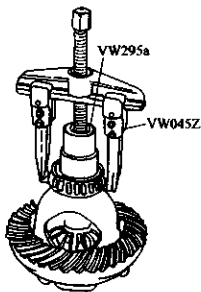

图 3-109 拆下一侧
- 3) 拆下差速器轴承(与从动锥齿轮相对的一边),如图 3-109 所示。